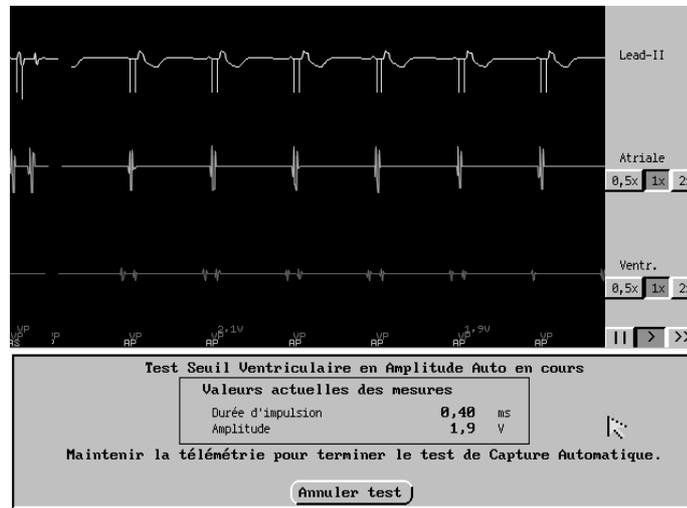

Figure 7-10. Test de seuil d'amplitude ventriculaire automatique en cours.
Suivre les étapes ci-dessous pour exécuter un test de seuil automatique (Figure 7-10) :
- *Pour afficher l'EGM de réponse évoquée pendant le test, sélectionner l'option V-RE au niveau des cases de sélection des sondes, à droite de l'affichage EGM (Figure 7-10).*